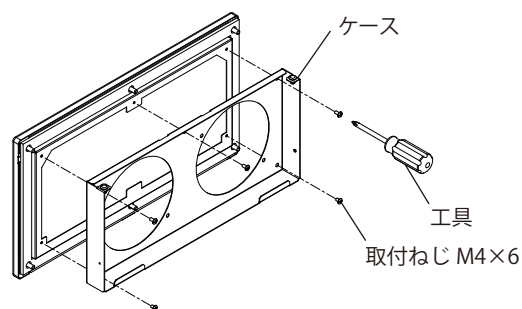

図15
2. 本製品のケースを SLS-4424FR(C)・FSR に取付ねじ M4×6 (5 か所) にて固定してください。(図 15)